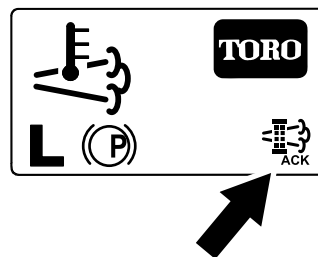

Bild 67
8. Im InfoCenter wird der Begrüßungsbildschirm angezeigt; das Symbol für die Bestätigung der Regenerierung (Bild 67) wird unten rechts auf dem Bildschirm angezeigt, wenn die Regenerierung ausgeführt wird.